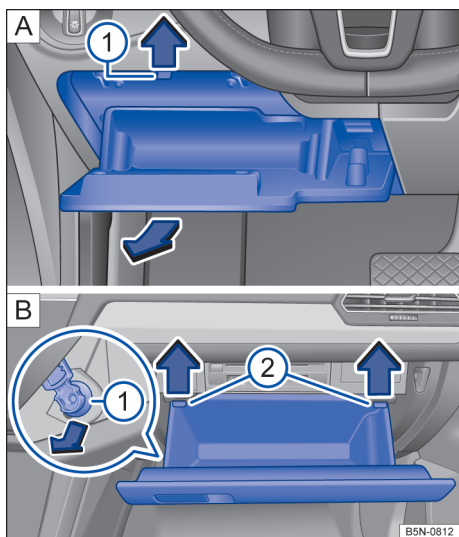

Fig. 205 No lado do condutor do painel de instrumentos: cobertura da caixa de fusíveis.
- Abrir o porta-objetos do lado do condutor → Fig. 205.
- Pressionar para cima as linguetas → Fig. 205 (1) no sentido da seta e ao mesmo tempo abrir e retirar mais o porta-objetos até que a placa de fusíveis esteja acessível.